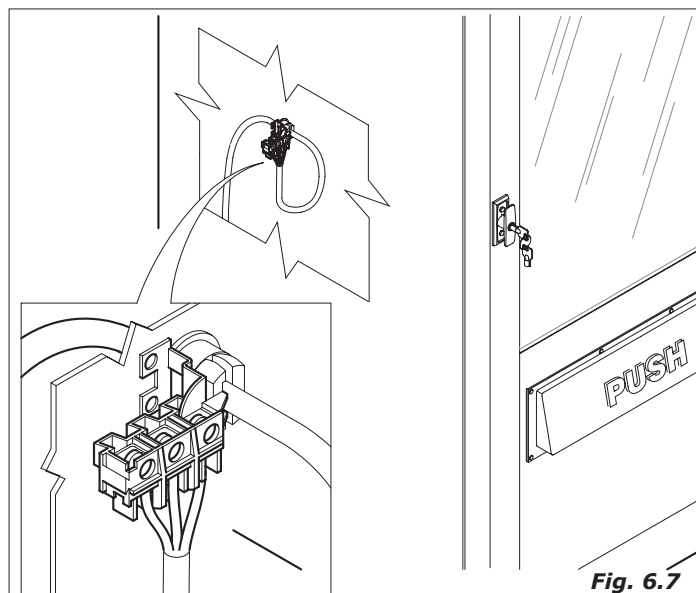

Fig. 6.7
Ficam sob tensão, a morseta do cabo de alimentação (Fig.6.7-pos.1).